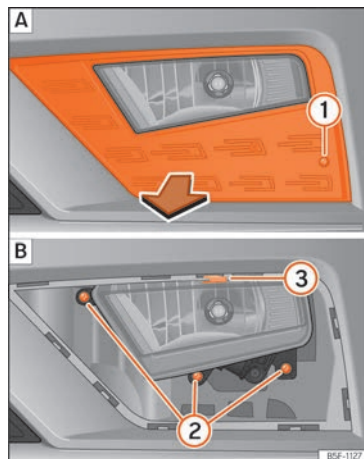
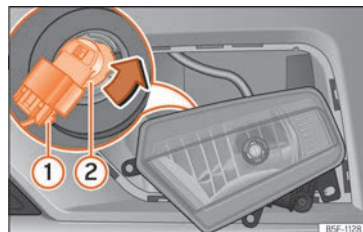

Abb. 113 Nebelscheinwerfer: Blende herausziehen.
Abb. 114 Nebelscheinwerfer: Lampenträger ausbauen
1. Schraube » Abb. 113 ① A mit einem Schraubendreher aus der Blende des Nebelscheinwerfers herausschrauben und Blende herausziehen.
2. Entfernen Sie die 3 Schrauben » Abb. 113 ② B.
3. Ziehen Sie die Metallklammer an der Oberseite des Nebelscheinwerfers zur Außenseite des Fahrzeuges ab ③ B und entfernen Sie den Nebelscheinwerfer.
4. Ziehen Sie den Stecker » Abb. 114 ① von der Lampe ab.
5. Drehen Sie den Lampenträger ② nach links und ziehen Sie.